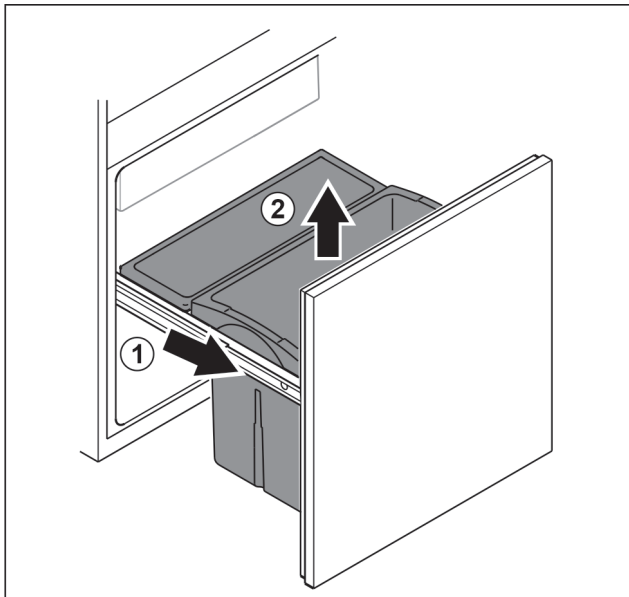

Fig. 101
- ▶ Auszugswagen bis zum Anschlag herausziehen. Fig. 101 (1)
- ▶ Schubfach nach oben entnehmen. Fig. 101 (2)